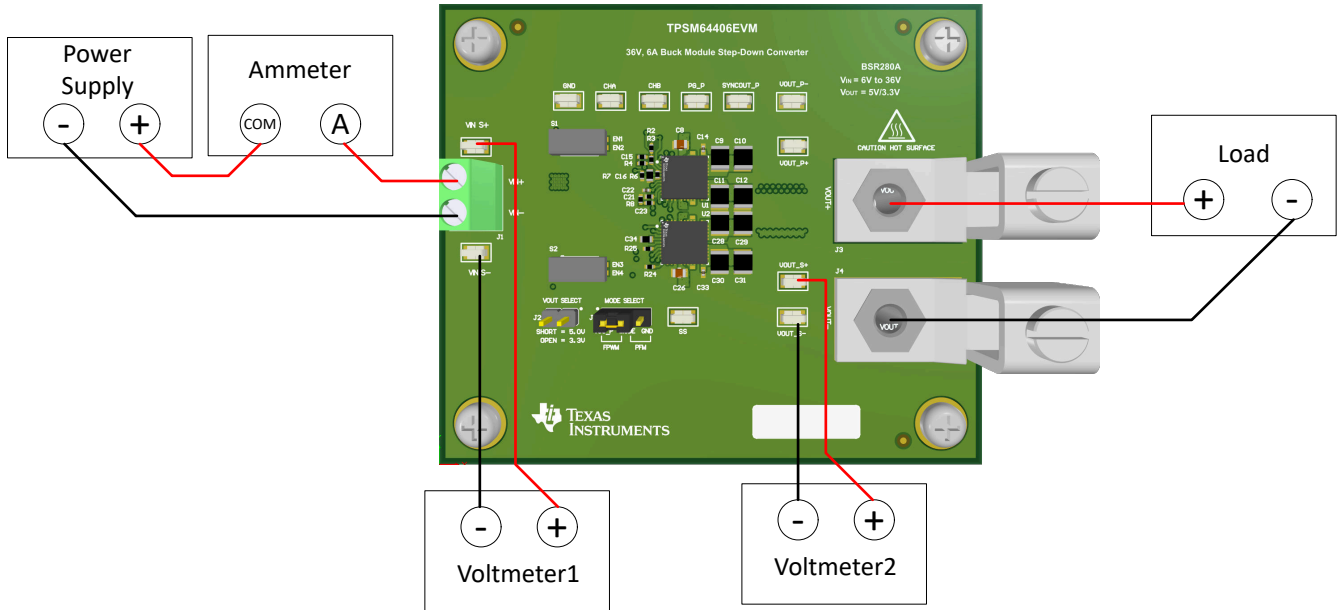

图 2-1. EVM 测试设置
- 在连接电源之前，将电源的电流限制设置为最大 0.3A，并确保将初始输出电压设置为 0V。如图 2-1 所示连接 VIN- 和电流表 1。
- 将负载连接到 VOUT+ 和 VOUT - 接头，如图 2-1 所示。在施加输入电压之前，将负载设置为恒阻模式或恒流模式，电流为 0A。